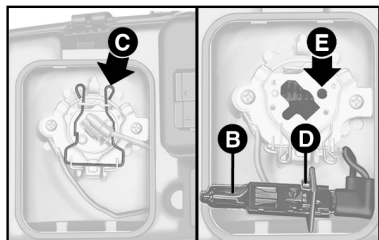

fig. 19
2) Desencaixar a mola **C**-fig. 19 de fixação, retirar a lâmpada **B** e substituí-la.